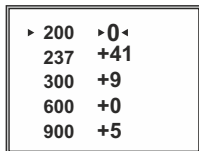

Fig.8
- I valori (per esempio, +41; +9; -19), che sono indicati a destra dalle distanze, significano il numero di click lungo l'asse Y per il quale la posizione del reticolo nelle altre distanze varia dalla posizione del reticolo della distanza di base. (fig.8).